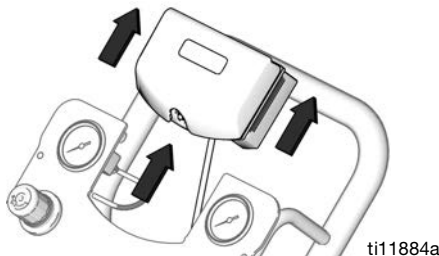

FIG. 10. Retrait du DataTrack
3. Retirer le module du DataTrack du support. Voir la FIG. 10. Mettre le module et le câble qui lui est attaché dans un endroit non dangereux.